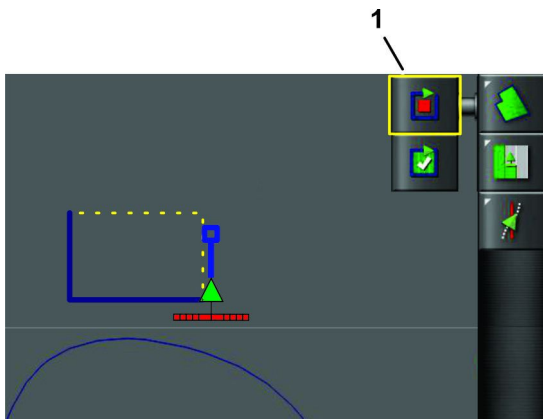

Bild 49
5. Wiederholen Sie die Schritte 3 und 4 für alle die übrigen Punkte (Bild 49), mit Ausnahme des letzten offenen Punktes.